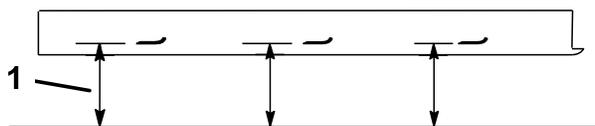

Figura 54
2. Misurate la distanza da una superficie piana al bordo tagliente (posizione A) delle lame (Figura 54). Prendete nota di questa misura.